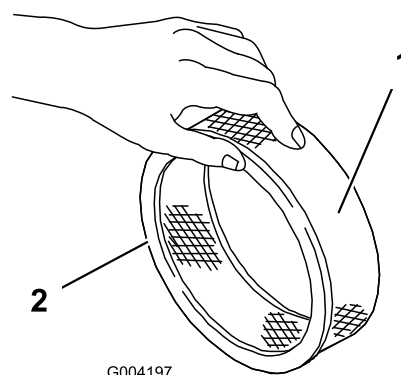

Figura 41
5. Inspeccione el elemento de papel por si estuviera roto, tuviera una película aceitosa o la junta de goma estuviera dañada (Figura 41).
1. Deslice cuidadosamente el prefiltro de espuma sobre el elemento de papel (Figura 41).